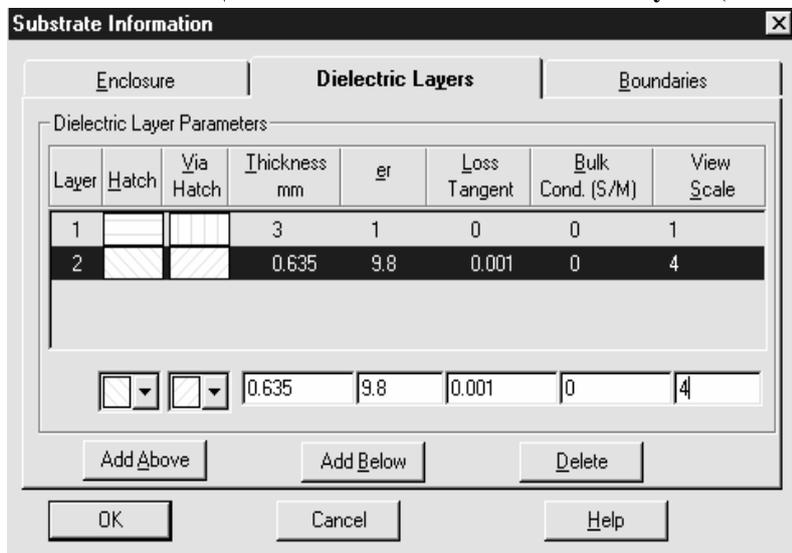

Рис. 4.3
4. Нажмите на панель **Dielectric Layers** (Диэлектрические слои) в верхней части диалогового окна **Substrate Information** (см. рис. 4.3).
Parameters (Параметры диэлектрических слоёв). Введите **3** в окне редактирования ниже поля **Thickness** (Толщина). Введите **1** в окне редактирования ниже поля **Er** (ϵ_r). Оставьте значения по умолчанию для оставшихся полей (см. рис. 4.3).
Примечание. В окне рис. 4.3 по умолчанию устанавливается два слоя. Чтобы добавить ещё слой, надо нажать кнопку **Add Above** или **Add Below**. Чтобы удалить слой, надо нажать кнопку **Delete**. Слои удаляются поочередно, начиная с последнего слоя. Верхние два слоя не удаляются никогда.